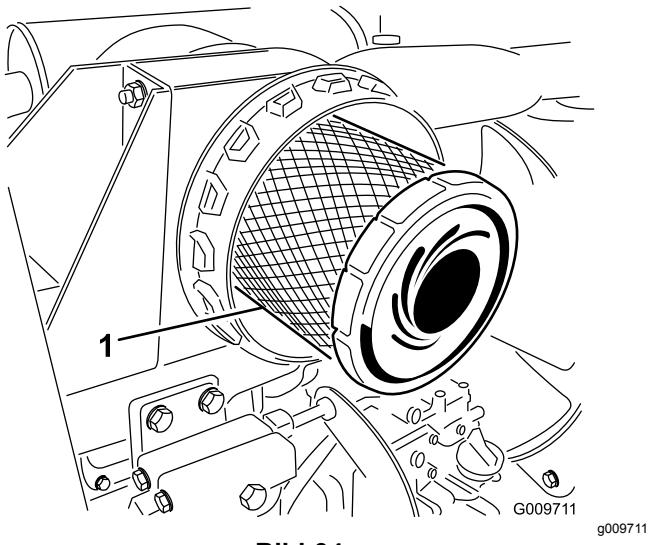

Bild 34
3. Entfernen und wechseln Sie den Hauptfilter aus (Bild 34).